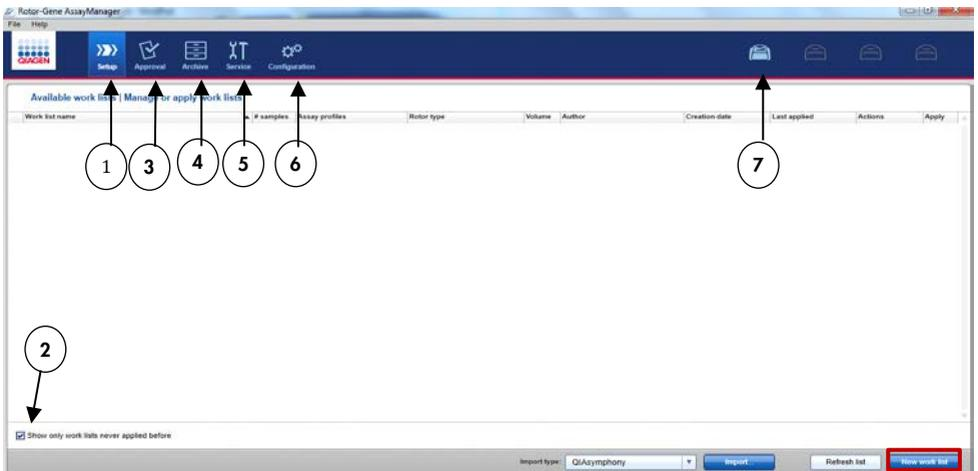

Abbildung 7. Beschreibung der verschiedenen Registerkarten der Rotor-Gene ApplicationManager Software.
14. Melden Sie sich als Benutzer mit der Rolle „Operator“ (Bediener) in der geschlossenen Betriebsart an. Klicken Sie auf „OK“. Das Fenster der Rotor-Gene AssayManager Software wird geöffnet (Abbildung 7 auf der nächsten Seite).
17. Klicken Sie auf „New work list“ (neue Arbeitsliste) (Abbildung 7).